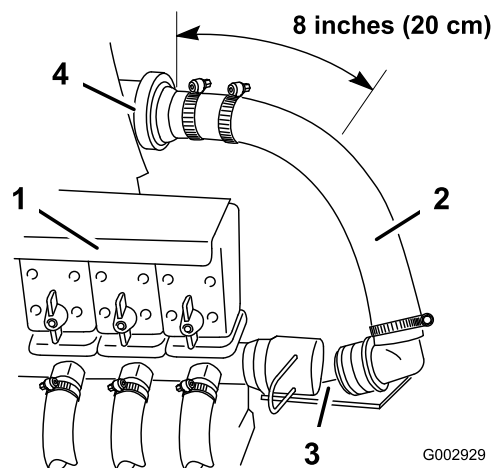

Bild 10
- Nehmen Sie die Halterung ab, mit der das Ende des Zufuhrschlauches des Spritzgestänges am T-Anschluss befestigt ist, der sich rechts von den Zufuhrventilen des Spritzgestänges befindet, und schließen Sie den Schlauch ab (Bild 10).
- Schneiden Sie den Zufuhrschlauch des Spritzgestänges mit einer Bügelsäge 20 cm rechts vom Durchflussmesser (falls vorhanden) oder 114 cm vom Zufuhr-T-Anschluss (befindet sich direkt hinter den Spritzgestängeventilen) (Bild 10). Nehmen Sie die Schlauchklemme vom losen